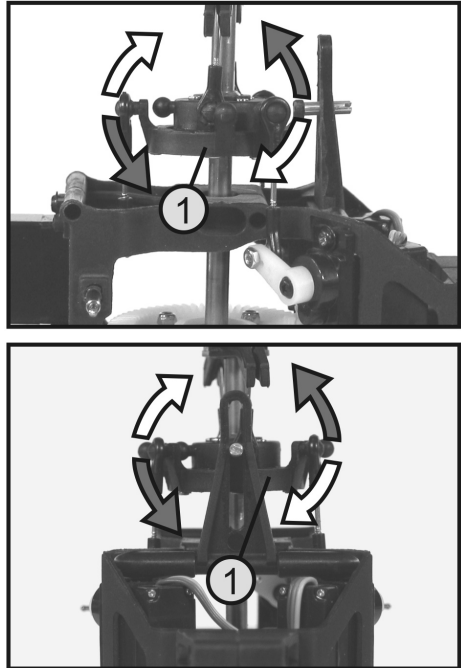

Bild 15
Wenn Sie den Steuerknüppel für die Nick- und Roll-Funktion (siehe auch Bild 1, Pos. 6) nach vorne und hinten bewegen, muss die Taumelscheibe (1) entsprechend der Steuerknüppelbewegung ebenfalls nach vorne und hinten kippen (siehe obere Abbildung in Bild 15).
Wenn Sie den Steuerknüppel für die Nick- und Roll-Funktion nach rechts und links bewegen, muss die Taumelscheibe ebenfalls entsprechend der Steuerknüppelbewegung nach rechts und links kippen (siehe untere Abbildung in Bild 15).